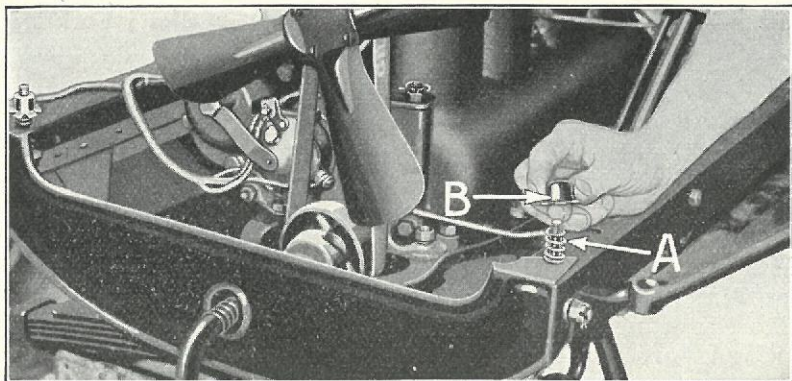

Fig. 102
- (a) Sæt Fjedrene op paa Kølerpindboltene (Fig. 102-A) og de underste Kølerpindbolt-Kravebøsninger »B«.